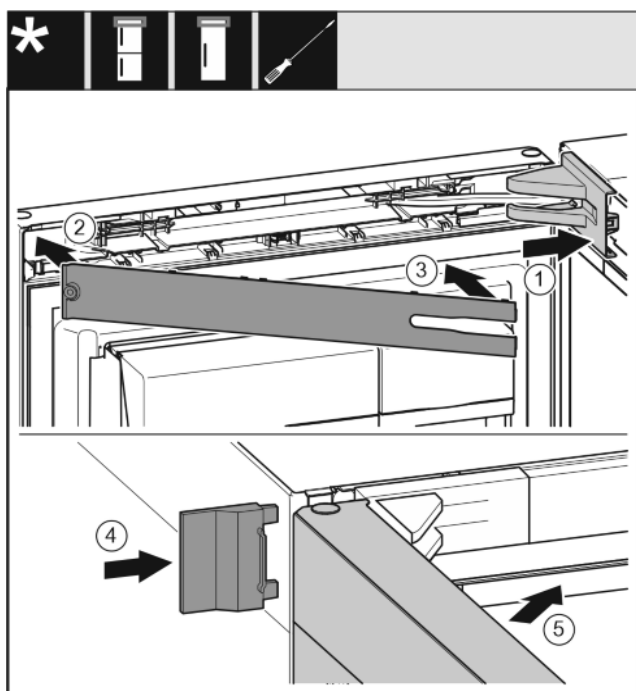

Fig. 40
- ▶ Stavite pokrov podloška ležaja i pustite ga da uskoči, po potrebi ga oprezno razdvojite. *Fig. 40 (1)*
- ▶ Stavite masku. *Fig. 40 (2)*
- ▶ Zakrenite masku i pustite da uskoči. *Fig. 40 (3)*
- ▶ Natakните vanjski pokrov. *Fig. 40 (4)*
- ▶ Zatvorite gornja vrata. *Fig. 40 (5)*